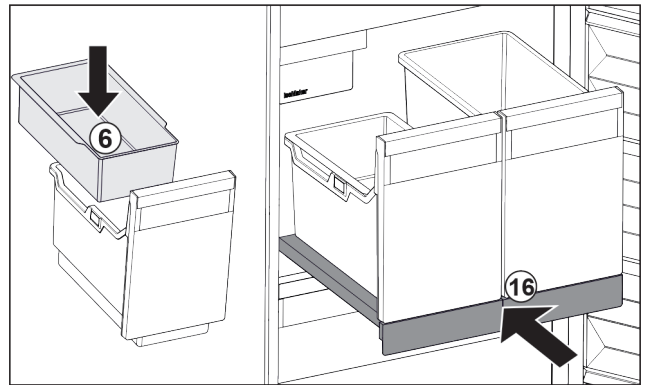

Fig. 103
- ▶ 安装冰块挂板 Fig. 103 (6)。
- ▶ 将带有容器 (IceTower) 的拉出式搁板推入。 Fig. 103 (16)